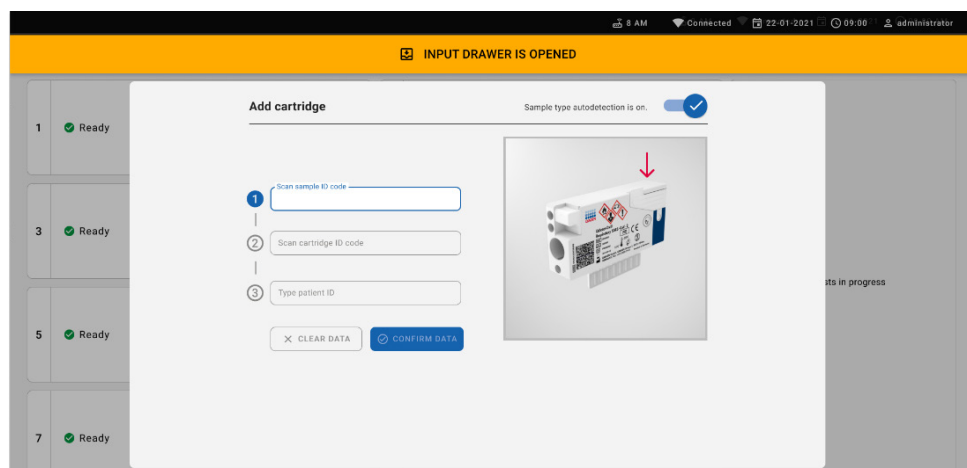

Figura 56. Ecranul Scan sample ID (Scanare ID probă)
7. Apare caseta de dialog **Add cartridge** (Adăugare cartuș) și va fi activat scannerul din față. Scanați codul de bare cu ID-ul probei atașat deasupra QIAstat-Dx Respiratory SARS-CoV-2 Panel Cartridge în fața instrumentului (poziția indicată de săgeată în Figura 56).